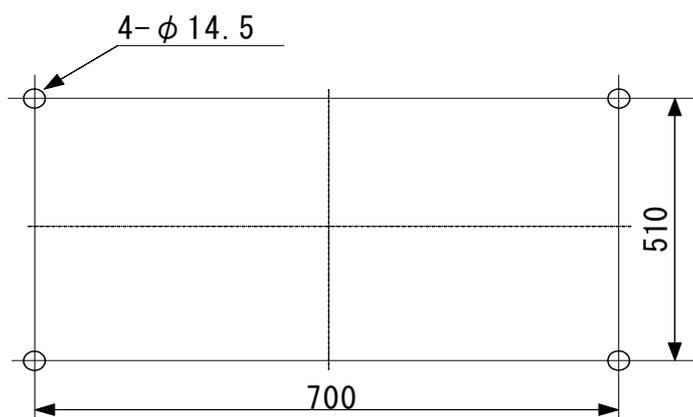

図 1 7 消火ユニット固定アンカー位置
- (1) 型枠の泡放出口取付位置に $\phi 30$ の円を書き、同心で $\phi 12$ の穴を開けます。
- (2) コンクリートの付着を防止する為、ヘッドケース内側にグリスを塗ります。
- (3) ヘッドケースを継手に接続し、六角ボルトを用いて型枠で挟み締め付けます (図 1 2 参照)
- (4) ヘッドケース、継手に防食テープを巻きます (図 1 3 参照)。
- (5) コンクリートを流します。
- (6) コンクリート硬化後、六角ボルトを外します。ヘッドケース内に、コンクリートが入り込んでいる場合は、ウエス等を使用して取り除いて下さい。
- (7) アイランド側面をモルタルで後仕上げを施す場合は、ヘッドキャップ部 ($\phi 40$ 以上) を避けて仕上げて下さい (図 1 4 参照)。
- (1) 消火ユニット設置場所が、水平でかつ平らな面であることを確認して下さい。
- (2) 消火ユニット設置場所にアンカー用の穴をあけます。図 1 7 にアンカー用穴の位置を示します。
- (3) 開けた穴にアンカーを打ち込みます。
- (4) 消火ユニットを設置場所に据え付けます。
- (5) 消火ユニットが水平であることを確認し、消火ユニットを M10 のボルトで固定します。